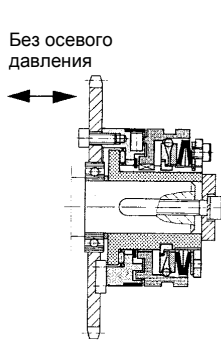

Рисунок 4
- ❑ Муфту следует монтировать без осевого зазора, например, с прижимным днищем (рисунок 4) (вследствие точности концевого выключателя).
- ❑ На муфту не должно воздействовать осевое давление, например, в результате смещения цепной тяги или осевого перекоса при монтаже приводного элемента (рисунок 4).
- ❑ Результирующее радиальное усилие, действующее на приводной элемент, должно лежать в плоскости подшипника, чтобы можно было избежать перекоса приводного элемента и, следовательно, прижимного фланца (2). На рисунке 5 показано недопустимое исполнение муфты.